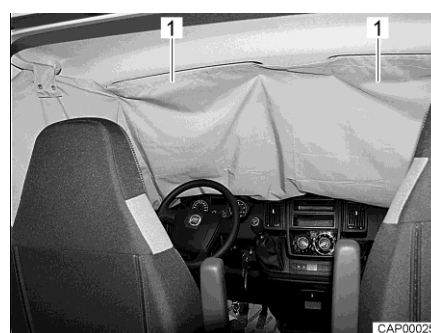

Fig. 27 Oscurecedor de la cabina del conductor en la luna delantera
- Empujar las bolsas (Fig. 27,1) del oscurecedor de la cabina del conductor sobre los dos parasoles.